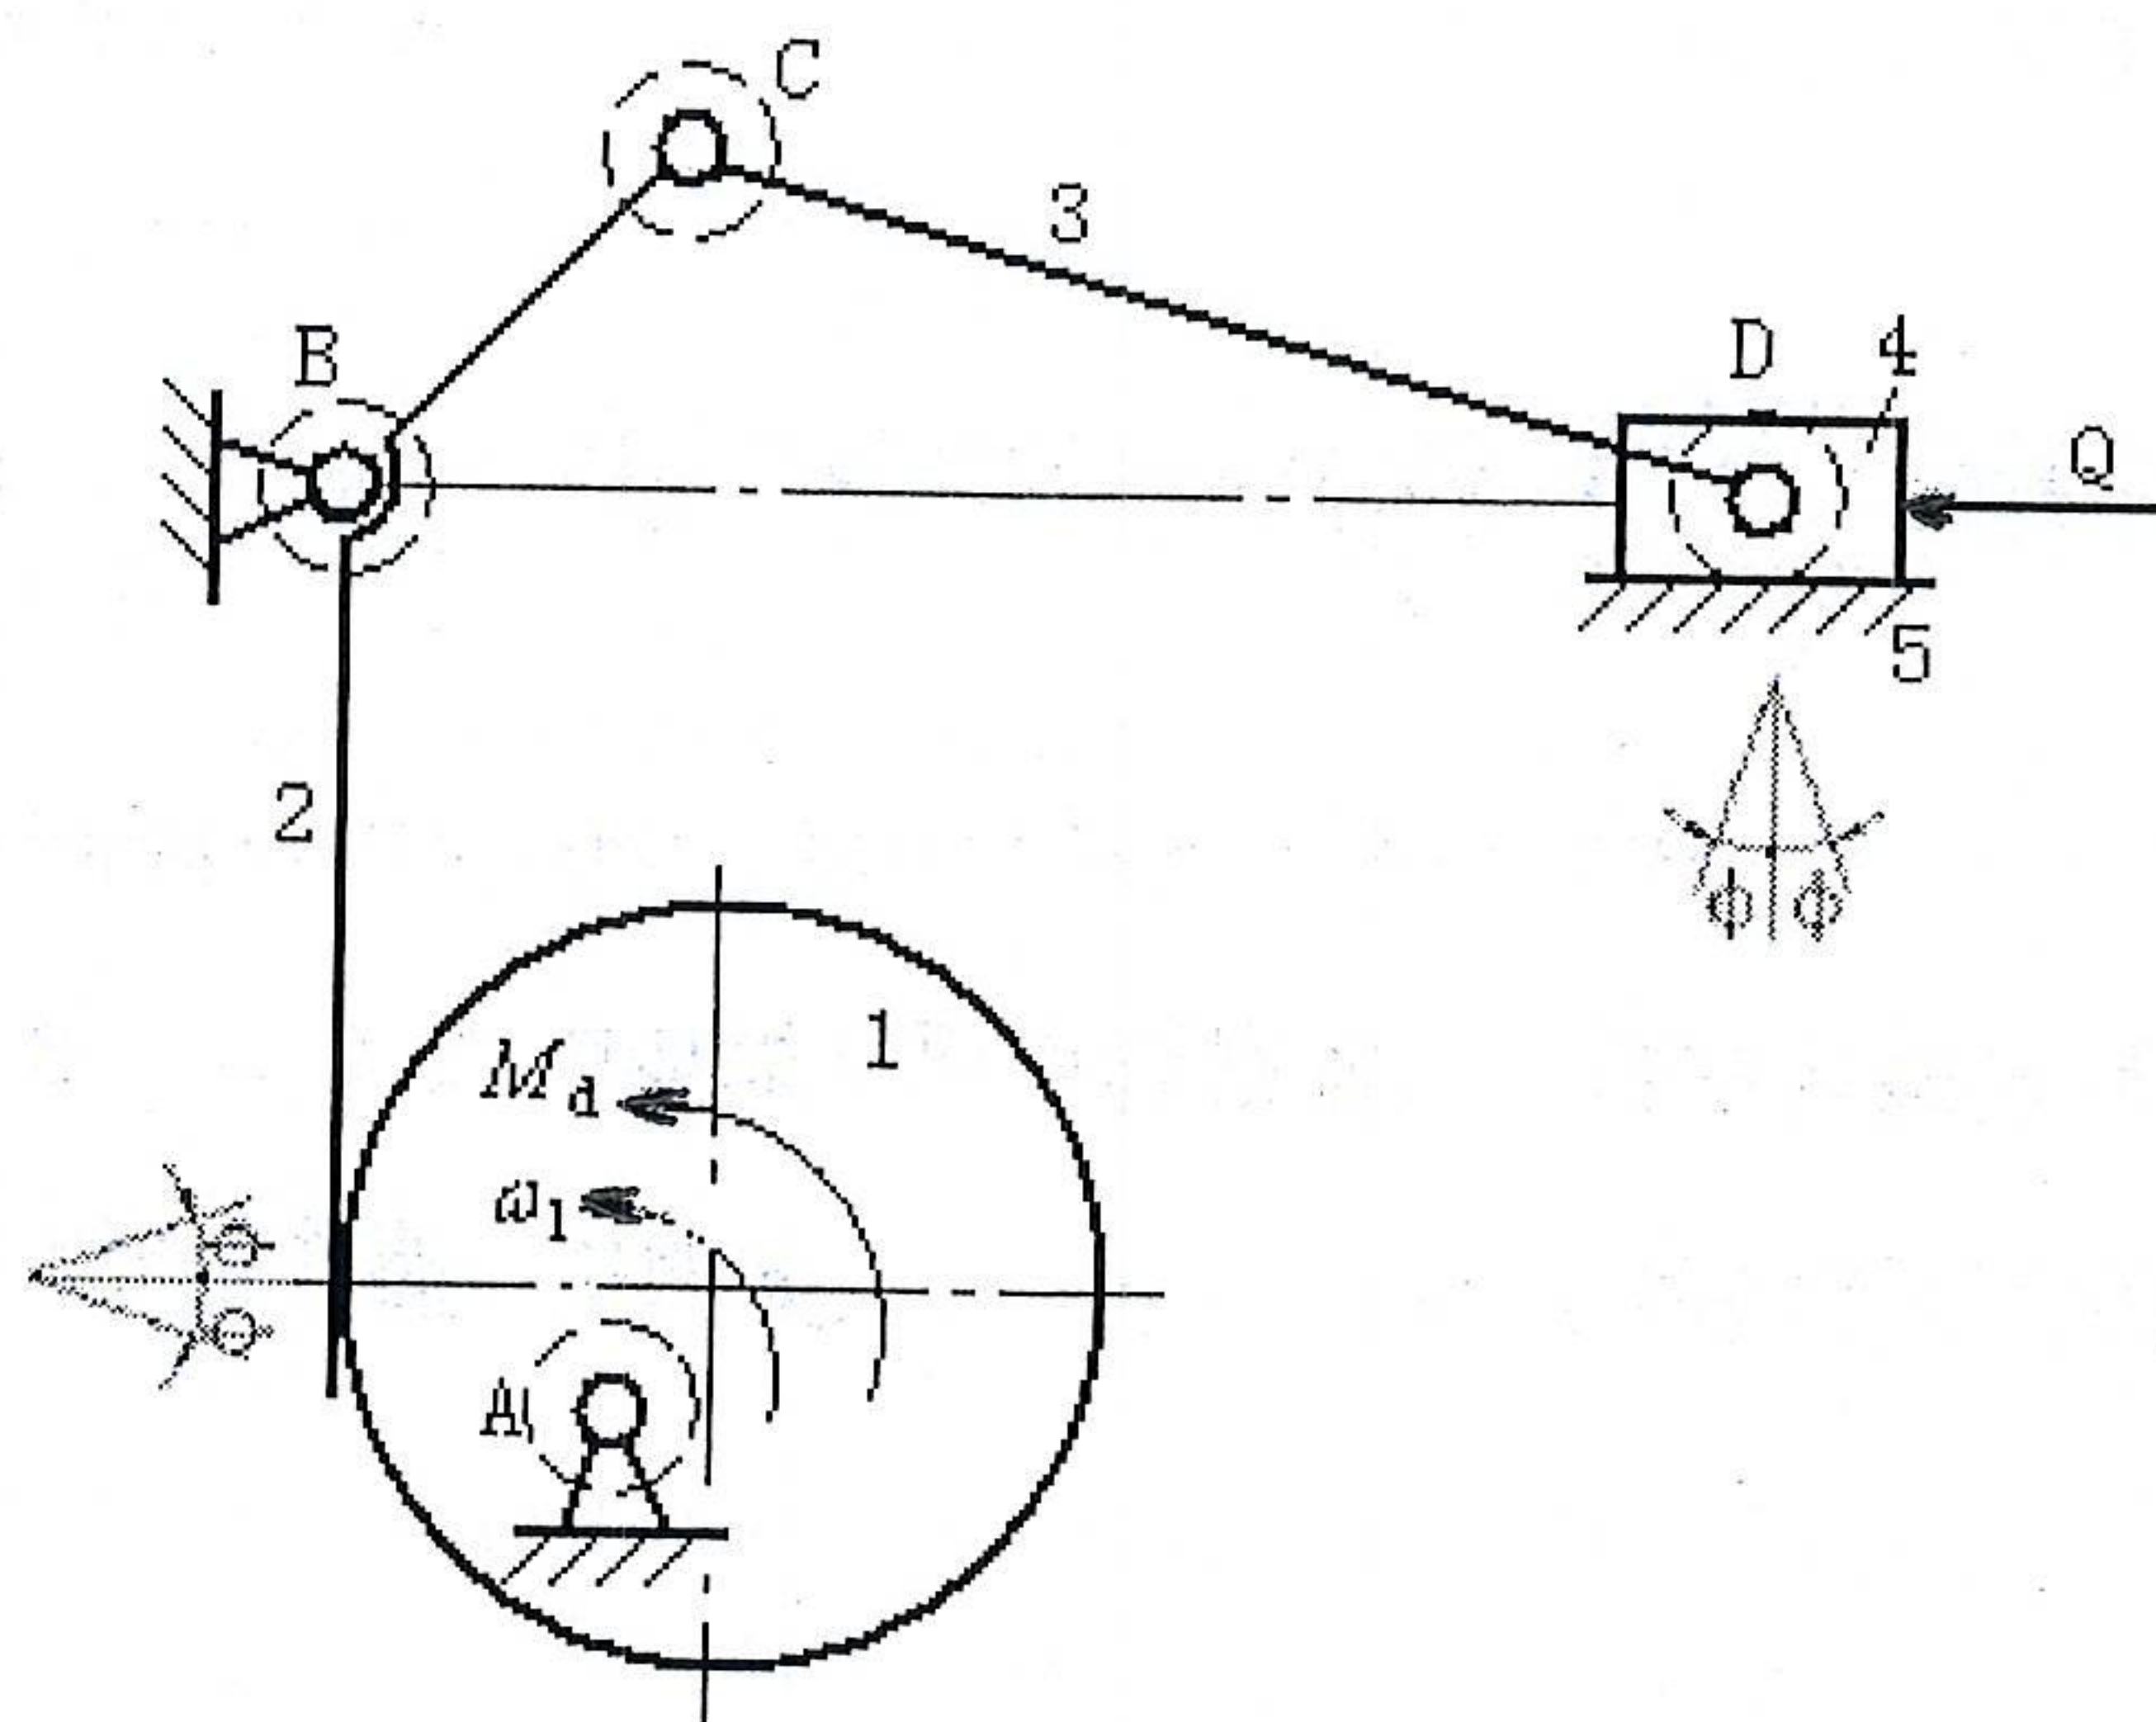

图 7 (题四、5 图)
5. (12分) 如图 7 所示的送料机构中, 作用在滑块 4 上的阻力为 Q , 设机构处于平衡状态, 已知摩擦角如图所示, 转动副 A、B、C、D 处的虚线小圆为摩擦圆, (图中各部分尺寸可由图直接量取, 图中 $\mu_L = 0.001m/mm$), 在不计各构件重力及惯性力的条件下, 画出各构件所受力的方向。(保留作图线)。